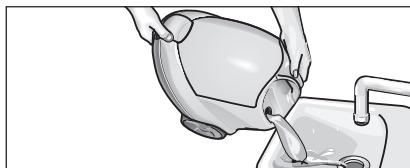

Fig.13: Pulizia della caldaia
- Riempire la caldaia con acqua e scuoterla energicamente (in modo tale che si stacchino i residui di calcare che si sono depositati sul fondo della caldaia). Infine vuotare l'acqua, capovolgendo l'apparecchio verso l'angolo con l'imbuto di riempimento (si veda fig. 13).
- Vuotare completamente dalla caldaia l'acqua residua (Fig. 13).